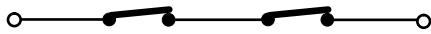

Fig. 4
N.B. Si deux ou plusieurs dispositifs de sécurité ont la même fonction (ouverture, fermeture, ouverture et fermeture, bord), il faut connecter les contacts en série entre eux (fig. 4).
Les **Sécurités d'ouverture**, si elles sont engagées avec le portail fermé, empêchent le mouvement d'ouverture des vantaux. Pour installer plusieurs dispositifs de sécurité, connecter les contacts N.F. en série (fig. 4).
Pour installer plusieurs dispositifs de sécurité, connecter les contacts N.F. en série (fig. 4).